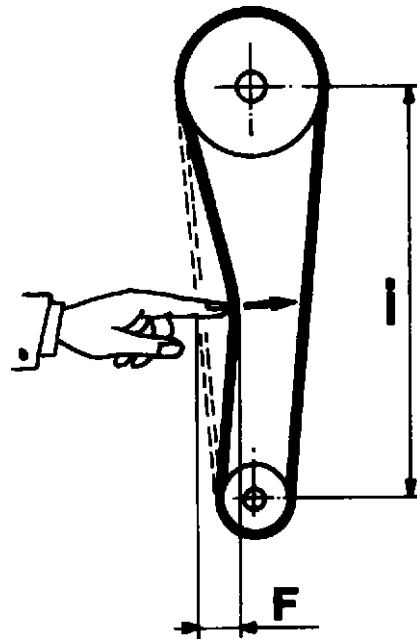

Abb. 8.7
Der ausgewechselte Riemen muss gespannt und dessen Spannung dann wie in Abb. 8.7 gezeigt kontrolliert werden.
- Die Befestigungsschrauben (1) der Motorträgerplatte (2) lösen und diese in den Schlitzlöchern verschieben, um den Riemen (3) zu entspannen.
- Riemen (3) herausziehen und durch einen Riemen mit den gleichen Merkmalen ersetzen.
- Riemen durch Verschieben der Motorträgerplatte (2) spannen und in dieser Position mit den Schrauben (1) befestigen; dann eine Kontrolle durchführen (Abb.8.7).
- Die Schrauben (1) aufschrauben.
- Auf den Riemenspanner (2) einwirken und den Motor (3) in den Langlöchern verschieben, damit der Riemen entspannt wird.
- Den Riemen (4) herausziehen und durch einen neuen Riemen mit den gleichen Merkmalen ersetzen.
- Auf den Riemenspanner (2) einwirken, bis der neue Riemen korrekt gespannt ist.
- Die Schrauben (1) wieder festziehen.
- Die Spannung kontrollieren (siehe Abb.8.7).
- Den Motor (2) von Hand verschieben und die Platte (3) gleiten lassen, um den Riemen zu entspannen.
- Den Riemen (4) durch einen mit den gleichen Merkmalen ersetzen.
- Die Schrauben (1) festziehen.